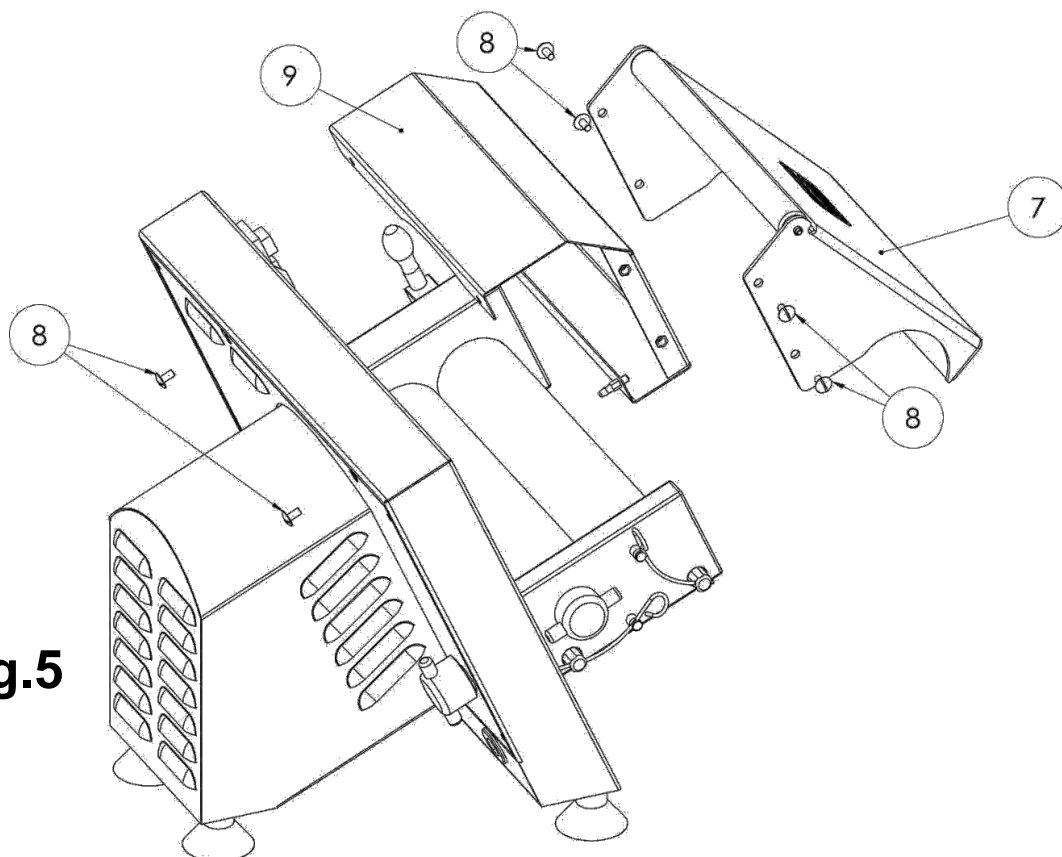

Fig.5
- 7) Dévisser les vis (8) de la protection des rouleaux (7) et du tobogan (9) Fig.5. La protection des rouleaux (7) doit être lavée sous l'eau courante tiède puis essuyée au moyen d'un chiffon de coton ou de papier, puis la protection devra TOUJOURS être remontée et les vis soigneusement serrées.